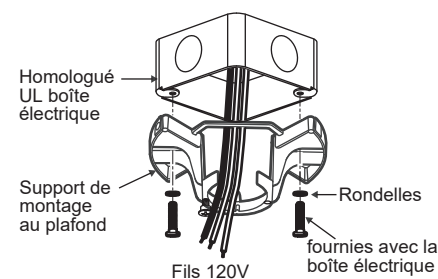

Fig. 6
Étape 3. Faites passer les fils d'alimentation de 120 volts du boîtier de sortie au plafond à travers le centre du support de montage au plafond. (Fig.6)
Étape 4. Fixez le support de montage au plafond à la boîte de sortie à l'aide des vis et des rondelles fournies avec la boîte de sortie. (Fig.6)